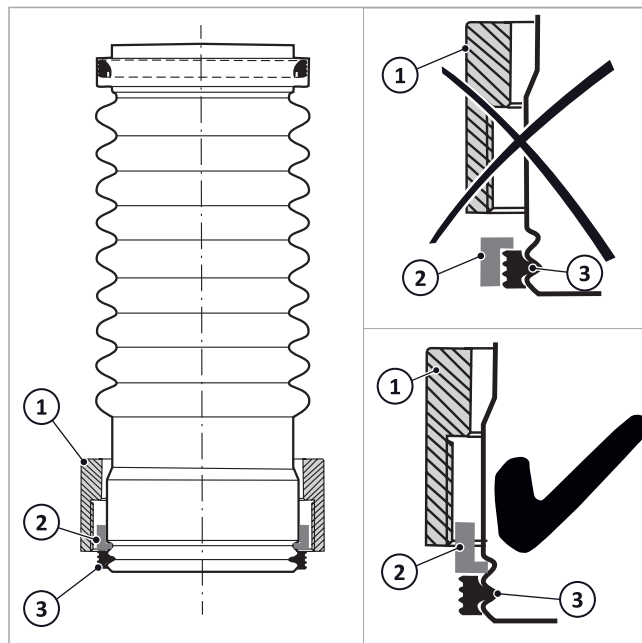

Fig. 37: raccordo a vite inserito
1. Secondo → fig. 37 spingere il dado di sicurezza (1), l'anello elastico (2) e la guarnizione (3) nell'estremità inferiore del raccordo per lo scarico dei fumi.